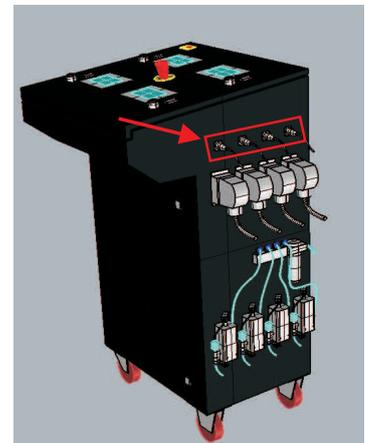
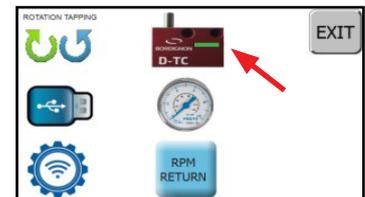

FIG. 1
FIG. 5
4. Collegare il dispositivo D-TC alla presa pannello (FIG. 1). La luce verde sull'icona D-TC segnala che il dispositivo è stato collegato (FIG. 5)
5. Premere l'icona D-TC (FIG. 5);